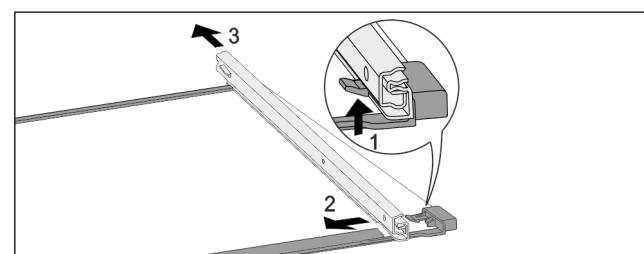

Fig. 179 Placa de sticlă cu șine
- ▶ Apăsați în sus cârligul de blocare frontal. Fig. 179 (1)
- ▶ Îndepărtați şinele de extragere prin împingere în lateral Fig. 179 (2) și spre spate Fig. 179 (3).